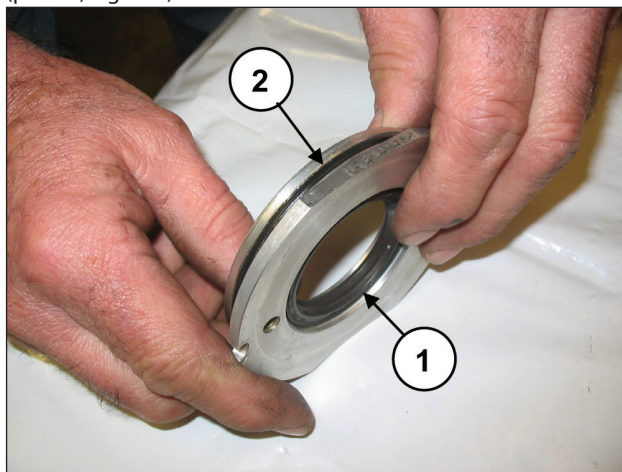

Fig. 165
Sustituir el retén (pos. ①, Fig. 165) y la junta tórica exterior (pos. ②, Fig. 165).